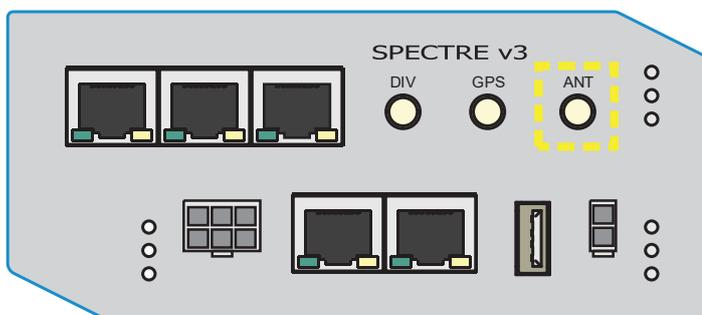

Fig. 22 Toma de antena (marcada en amarillo) en la parte frontal del router
9. Conecte el enchufe del cable de la antena a la toma marcada como ANT (marco amarillo en la fig. 22) en el router.